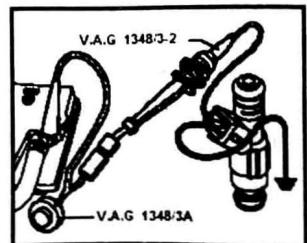

图 1-1-25 示意图
(1) 如图 1-1-25 所示, 将被检喷油阀放入 V.A.G1602 量杯中, 用 V.A.G1594A 中的检测线和鳄鱼夹将喷油阀的一个触点与发动机搭铁相连。用 V.A.G1348/3A、V.A.G1348/3-2 和辅助接线将喷油阀另一触点接正极。用 V.A.G1594A 中辅助接线跨接 V.A.G1598/31 上触点 1 和 65。
(2) 打开点火开关, 燃油泵应运转, 操纵 V.A.G1348/3A 约 30s, 对所有喷油阀都测一遍。
(3) 4 个喷油阀都触发后, 将量杯放在一水平面上, 每个喷油阀规定值为 (135 ± 10) mL。
(4) 如果一个或几个喷油阀测量值超差, 关闭喷油泵 (关闭点火开关), 更换损坏的喷油阀。
(5) 如果所有的喷油阀均超差, 检查燃油压力。说明: 检查喷油量时, 也要检查喷油外形, 所有喷油阀形状应相同。
(6) 装上喷油阀及燃油分配管。